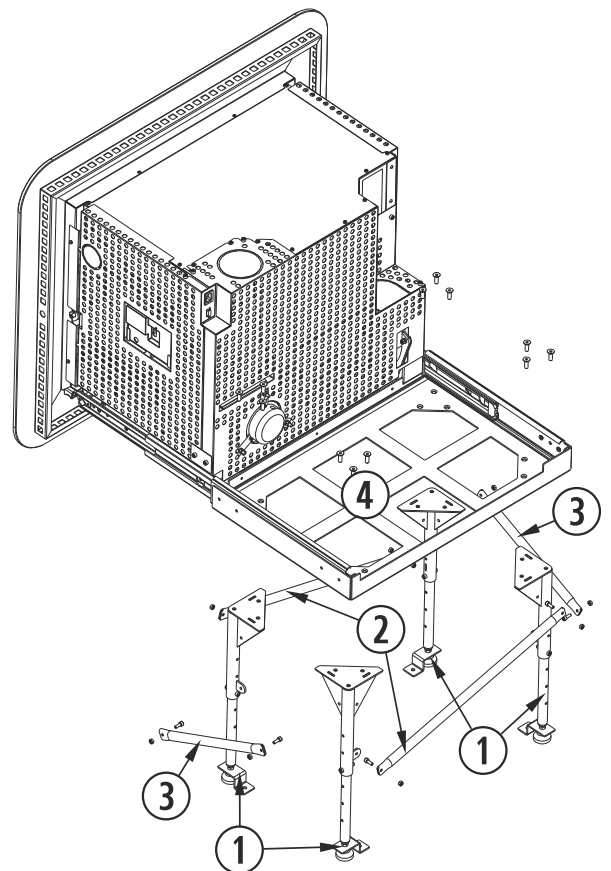

Figura 10
- 4.15.** Unir las 4 patas formando un rectángulo, con los refuerzos laterales y frontales, cómo se indica en la *figura 10*. Abrir las guías de la estufa, de tal forma que podamos acceder a los puntos de anclaje de las patas en la base de la estufa.